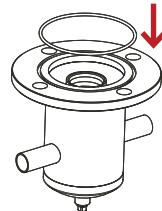

図 3.
3. O-リングがハウジングの O-リングの溝にぴったりはまっていることを確認します(図 3)。